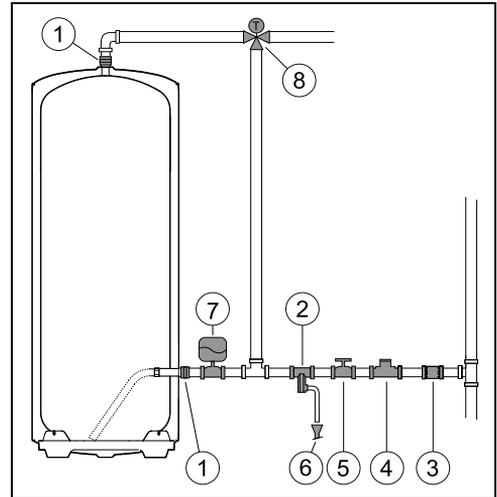

Fig. 8 Ligação de água
- ▶ Fechar a válvula de corte de água (→ fig. 8, [5]).
- ▶ Instalar uma válvula redutora (fig. 8, [4]). A válvula de descarga vai atuar sempre que a pressão da água no aparelho for superior a 8 bar ($\pm 0,5$ bar), pelo que é necessário prever uma forma de canalizar o escoamento dessa água.
- ▶ Instalar um vaso de expansão (fig. 8, [7]) para evitar que a abertura da válvula de descarga seja tão frequente. O volume do vaso de expansão deve ser o equivalente a 5% do volume do aparelho.